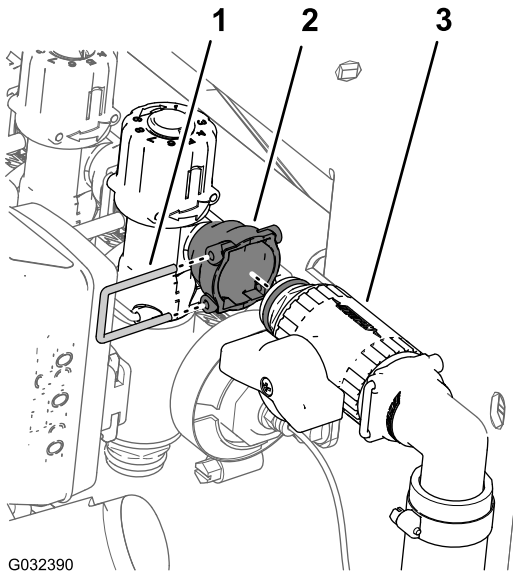

図 53
- 右ブームバルブ用のバイパスバルブの外側にあるカップラフィッティングにシャットオフバルブを固定しているリテーナを外す 図 53。